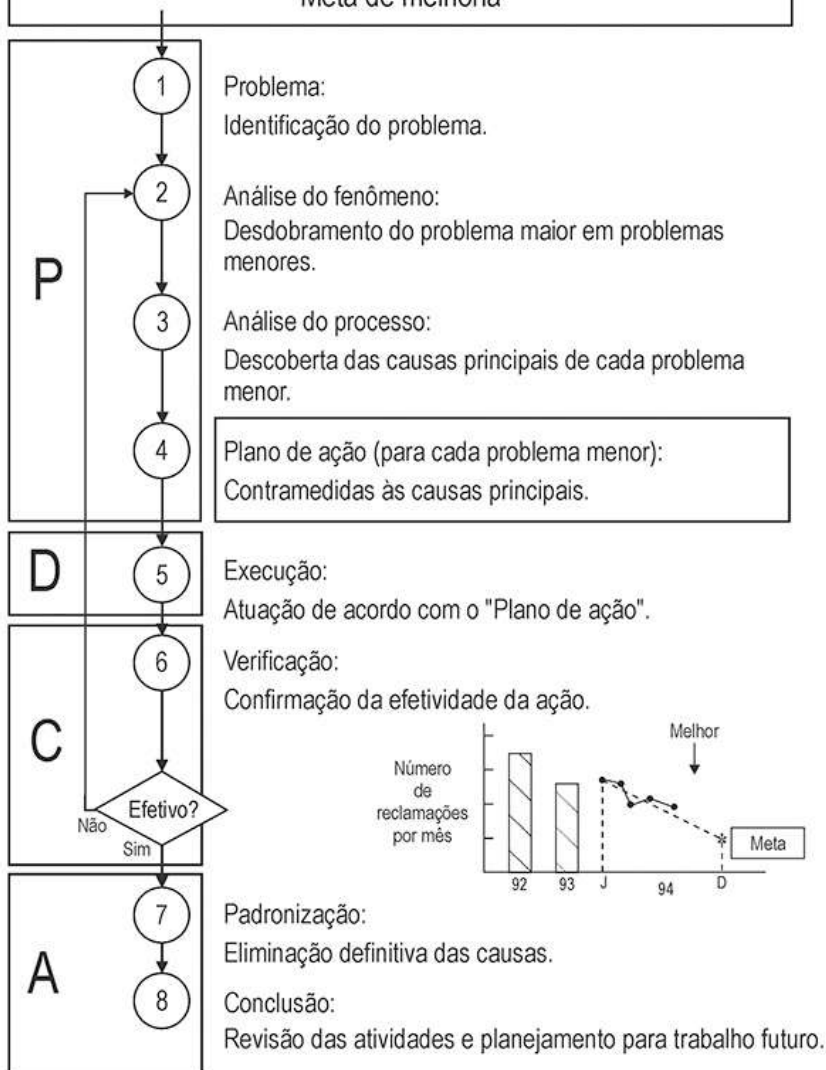

FIGURA A.3 - Detalhamento do PDCA de melhorias
p) A FIG. A.3 mostra o PDCA voltado para melhorias.